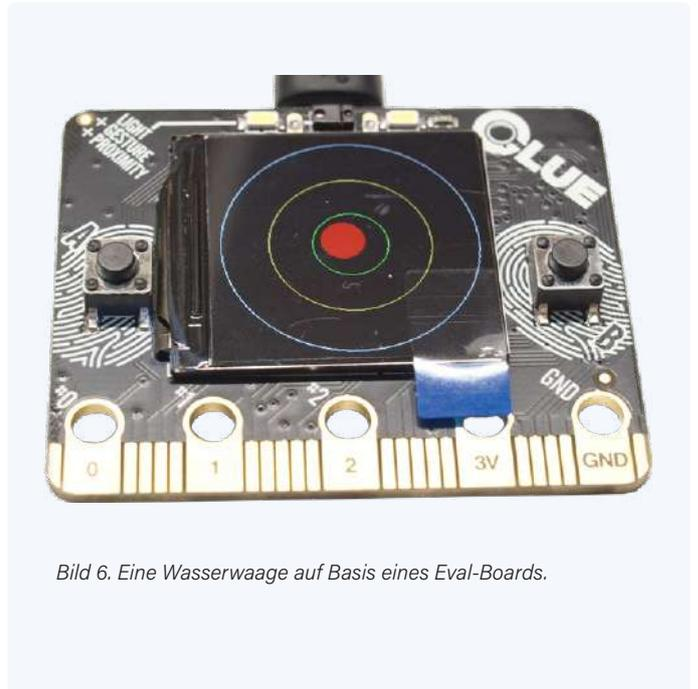

Bild 6. Eine Wasserwaage auf Basis eines Eval-Boards.
**Bild 6** zeigt, was Sie sich erwarten dürfen.